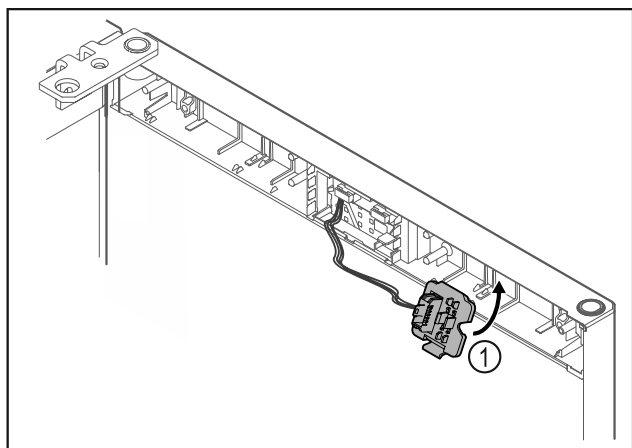

Fig. 22
- ▶ Zatrzasknąć uchwyt wtyczki Fig. 22 (1) po przeciwnej stronie.